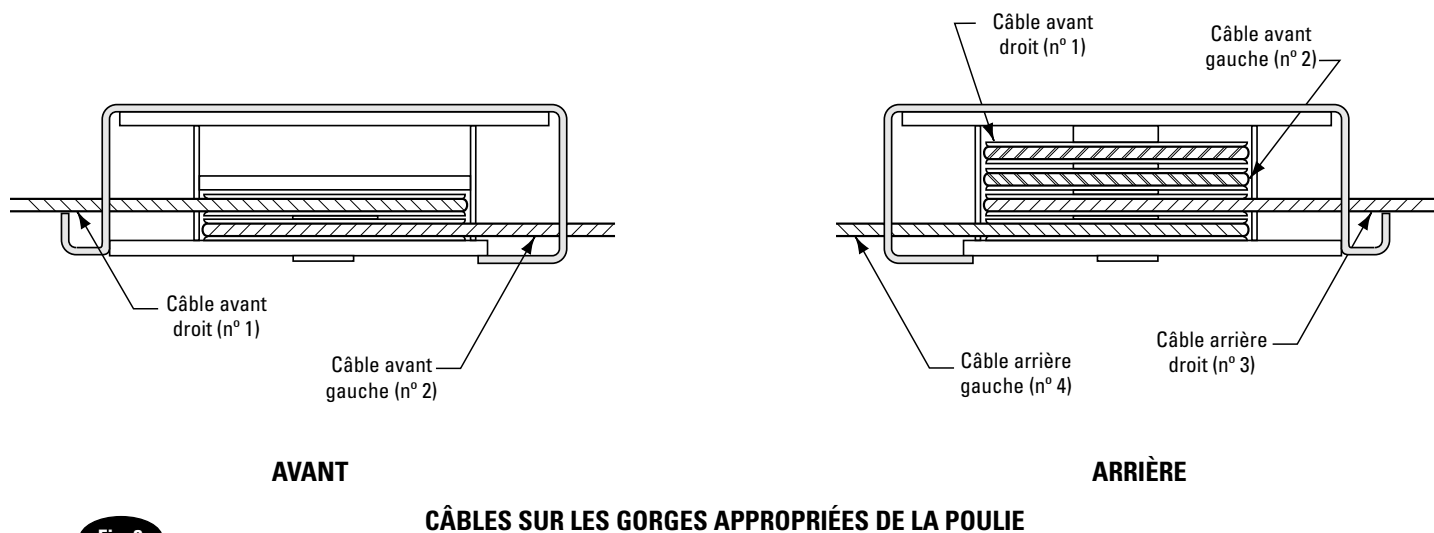

Fig. 3
- B. Positionner le chemin de roulement gauche dans la baie avec le raccord flexible du vérin hydraulique à l'avant de la baie. Les câbles ainsi que les poulies sont prémontés dans le chemin de roulement. Le Chemin de roulement doit être décollé du sol afin d'enlever les dispositifs de retenue pour l'expédition des embouts du câble, des conduites d'air et d'hydraulique et de la tige du cylindre. Tirer les embouts du câble et des conduites hydrauliques hors du montage. S'assurer que les câbles sont sur les bonnes gorges de la poulie, Fig. 3.